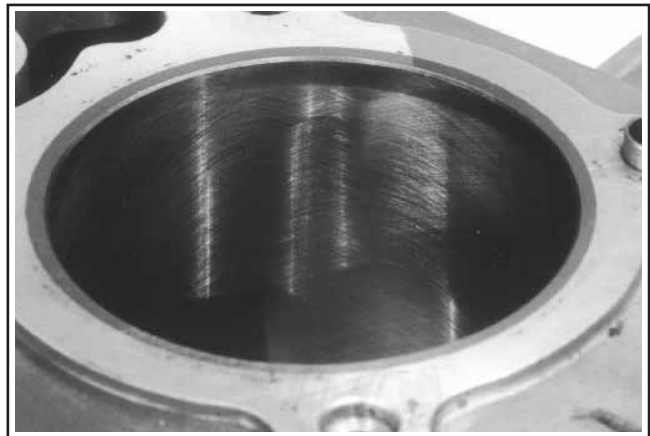

Figure 10-1. Hachure croisée du trou du cylindre après réalésage.
3. Quand le trou est à **0,064 mm (0,0025 pouce)** de la taille souhaitée, retirer les pierres grossières pour les remplacer par des pierres à brunir. Continuer à utiliser les pierres à brunir jusqu'à ce que le trou soit à **0,013 mm (0,0005 pouce)** de la taille souhaitée, puis utiliser les pierres de finition (abrasion de 220-280) et polir le trou à sa taille finale. Une hachure croisée doit être ménagée si le réalésage est effectué correctement. Les hachures doivent se croiser à environ 23-33° par rapport à l'horizontale. Un angle trop obtus risque de faire sauter les segments ou de causer une usure excessive ; un angle trop aigu augmente la consommation d'huile (voir la figure 10-1).